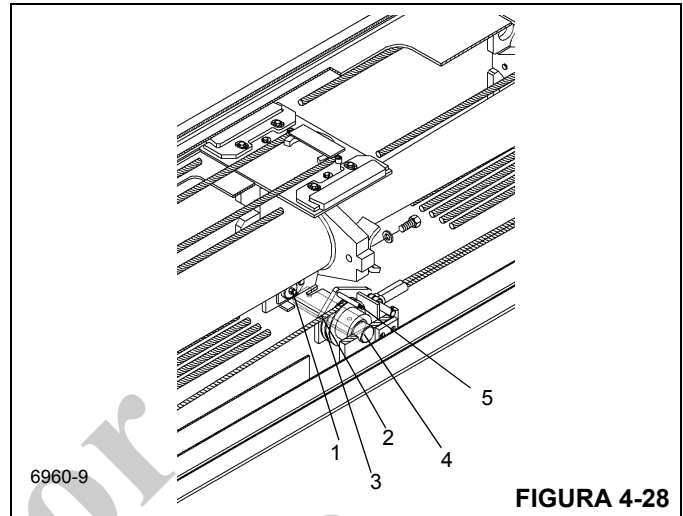

FIGURA 4-28
21. Instale una grasera (1) en los dos miembros soldados del eje. Coloque los cables de retracción (2) alrededor de los conjuntos de poleas (3) (Figura 4-28). Instale un buje espaciador e instale el miembro soldado del eje a través de las orejetas de montaje en la sección central exterior y en el conjunto de poleas y buje espaciador (4). Fije cada miembro soldado de eje con un perno. Aplique grasa a las graseras.
22. Coloque el buje retenedor del cable (5) (Figura 4-28) en la parte superior de cada conjunto de polea y fíjelo con un perno.